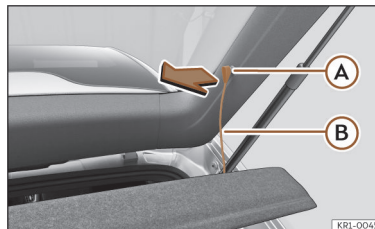

Fig. 165 Na bagageira: desmontar e montar a chapeleira.
- Desengate os tirantes de fixação >>> **Fig. 165** **B** dos alojamentos **A**.
- Engate os tirantes de fixação >>> **Fig. 165** **B** na porta da bagageira.